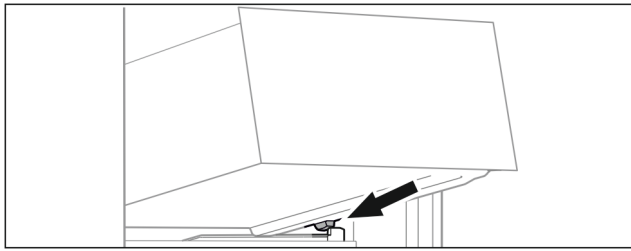

Fig. 135
- ▶ 将抽屉斜放在容器肋梁上的止动器后面。(参见 Fig. 135)